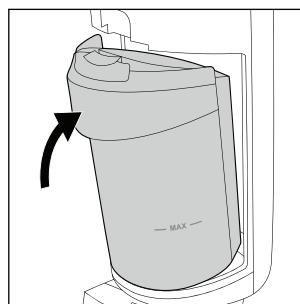

Afb. 28
- ◆ Plaats het vuilfilter **10** als de onderdelen volledig gedroogd zijn weer in het deksel van het vuilwaterreservoir **9** (zie afb. 28).